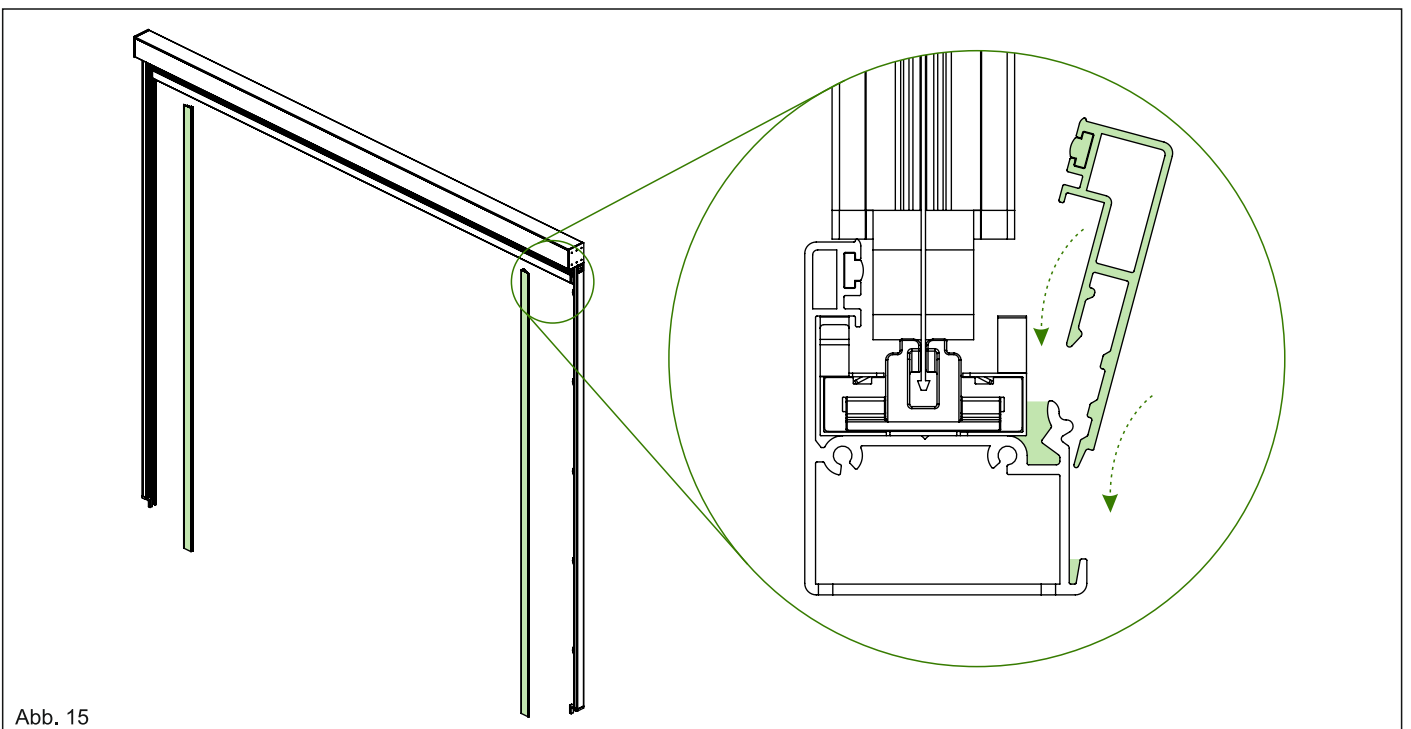

Abb. 15
14. Setzen Sie die Abdeckungen der Seitenelemente in die dafür vorgesehenen Rillen der Schienenführungen ein damit diese einrasten. Siehe Abb. 15.